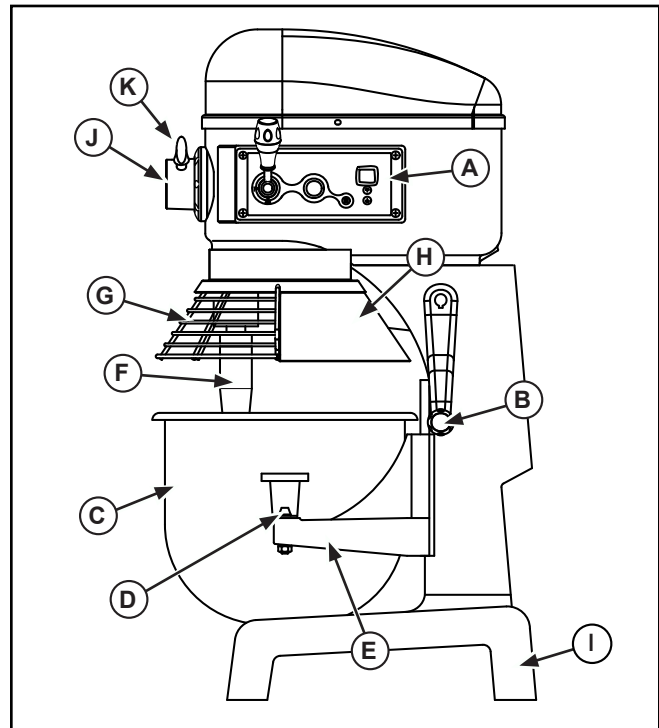

Abbildung 2. 22- und 33-l-Mixer – Funktionsmerkmale und Bedienelemente.
1. Die Schüssel-Schutzblende (G) schließen. Siehe Abbildung 2. Die Schutzblende muss geschlossen sein, damit der Mixer eingeschaltet werden kann. Wenn die Schutzblende offen oder nicht richtig geschlossen ist, lässt sich der Mixer nicht in Betrieb nehmen.